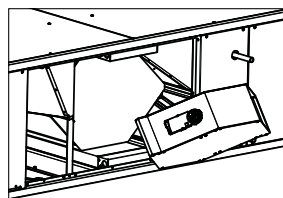

Fig. 3
5. Girar el by-pass según la imagen (fig.3 y 4)